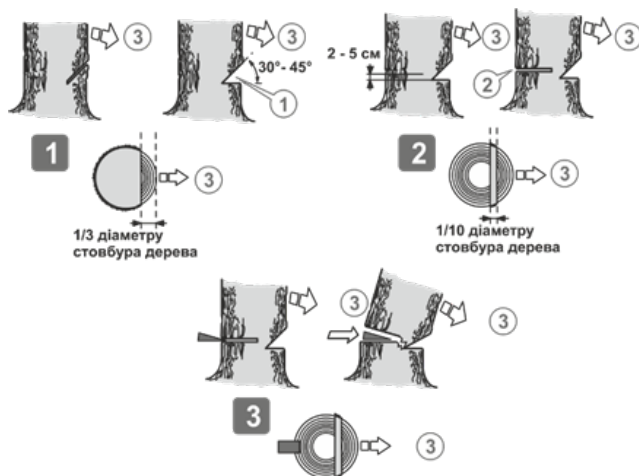

Рисунок 13. Послідовність різання під час валки дерева.
4. Запустити двигун. Пилати дерево з того боку (3, рис. 13), куди воно має впасти (див. рис. 13). Під час пиляння не робити рухи тілом вперед-назад.
5. Виконати клиноподібний розпил (1, рис. 13) під кутом 30-45°, глибина
6. Виконати валочний розпил (2, рис. 13) із протилежного боку від клиноподібного розпилу, на 2,5-5 см вище нижнього краю клиноподібного розпилу. Зупинити валочне розпилювання, коли до внутрішнього краю клиноподібного розпилу залишиться приблизно $1/10$ діаметра стовбура.